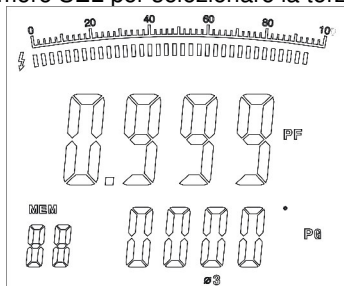

Figura 20
- Premere SEL per selezionare la terza fase (vedere figura 20).